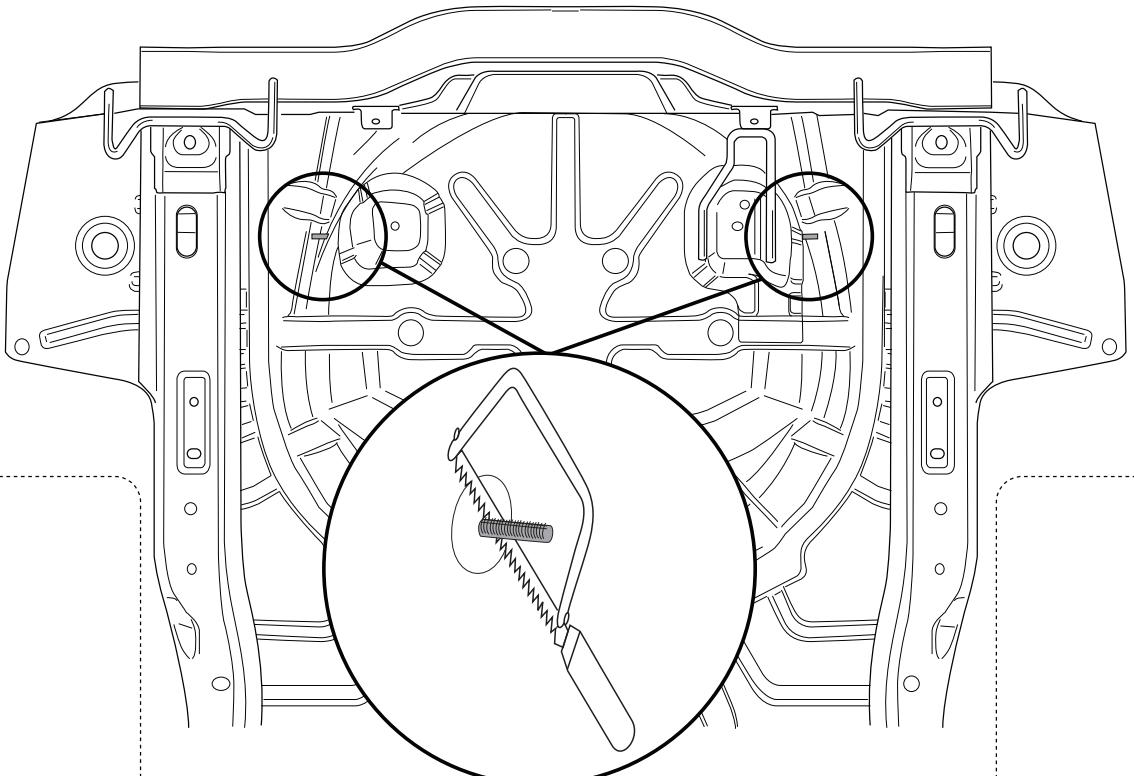

Fig.3
7. Отшлифовать обозначенные части, как указано на рис. 3.